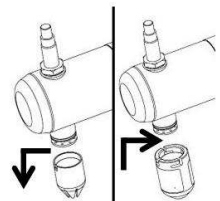

Abb. 8
- Tauschen Sie die Garniertülle gegen die Reinigungsdüse aus (Werkzeugsatz/Nachbestellung) (Abb. 8)